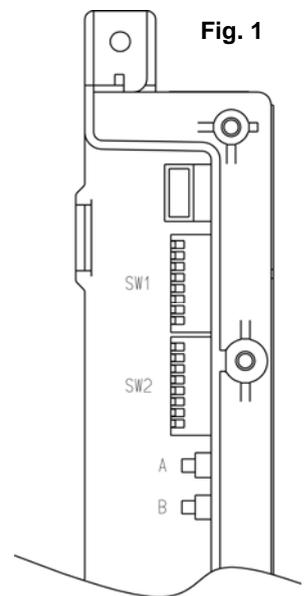

Fig. 1
4. Verifique que el tipo de gas seleccionado mediante los microinterruptores del PCB (Fig.1) coincida con el tipo de gas de la instalación (ver tabla de la pag.37).